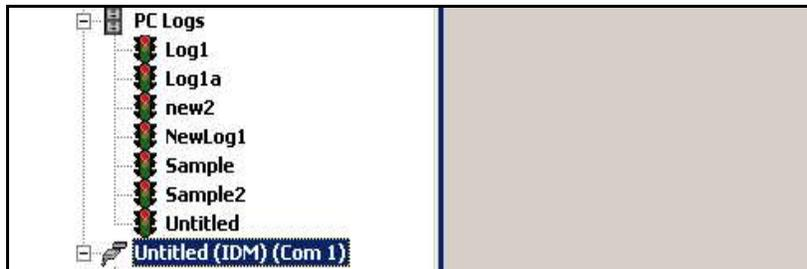
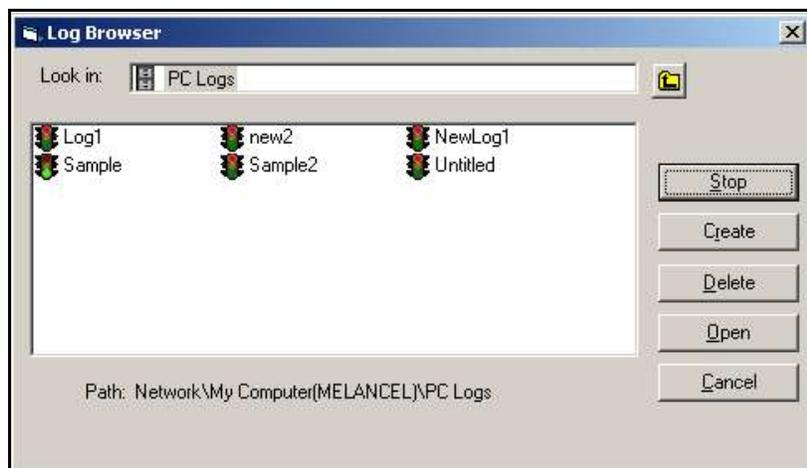

Figure 22: option PC Logs (Journaux sur PC) développée
Figure 23: sélection d'un journal dans la fenêtre Log Browser (Navigateur de journaux)
- Dans le navigateur *New Meter Browser* de PanaView, développez l'arborescence réseau et cliquez sur l'option *PC Logs* (Journaux sur PC). Si vous avez créé un ou plusieurs journaux, l'arborescence se présente comme illustré Figure 22. Cliquez deux fois sur le nom du journal pour ouvrir celui-ci ; ou
- Ouvrez le menu *Output* (sortie) (voir Figure 13 à la page 43) et cliquez sur l'option *Log Browser* (Navigateur de journaux). Accédez à la boîte de dialogue *PC Logs* comme décrit dans les sections précédentes. Un écran semblable à celui illustré Figure 23 apparaît.
Notez qu'une icône représentant des feux de signalisation est affichée en regard du nom de chacun des fichiers journaux de la Figure 22 et de la Figure 23. Cette icône indique l'état du journal :